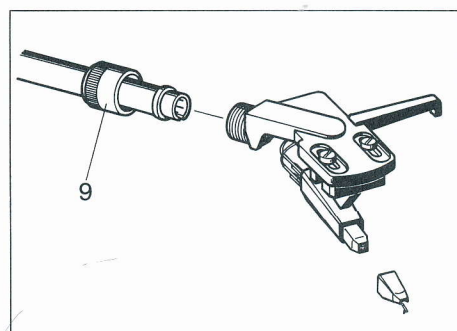

Fig. 6
- Die Montage ist korrekt, wenn die Abtastnadel – von oben betrachtet – in der V-förmigen Aussparung der Systemeinhaulehre steht. Von der Seite betrachtet, muß die Nadel im Bereich der rechteckigen Aussparung stehen (Fig. 6).
Das Einsetzen der Abtastnadel erfolgt in umgekehrter Weise (Fig. 6).